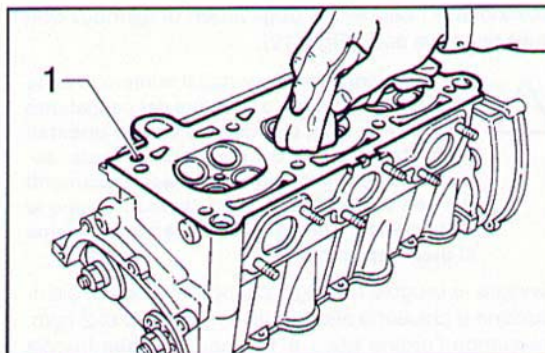

Fig. 223 ▲
Nel caso in cui le teste cilindri non siano state smontate, procedere ad un'accurata pulizia delle superfici di appoggio delle teste cilindri, verificando che i grani calibrati di passaggio olio (1) non sporgano dai piani delle teste (Fig. 223); effettuare quindi le seguenti operazioni:
If the cylinder heads have not been stripped down, perform thorough cleaning of the cylinder head support surfaces, ensuring that the calibrated rods (1) for oil passage do not protrude above the head planes (Fig. 223); then proceed as follows: